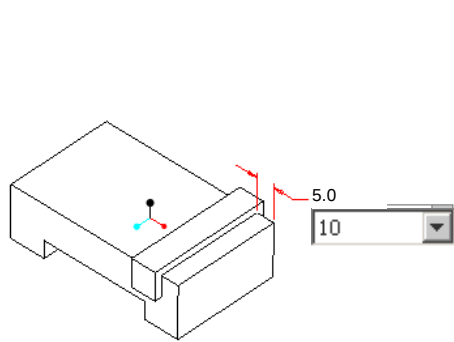
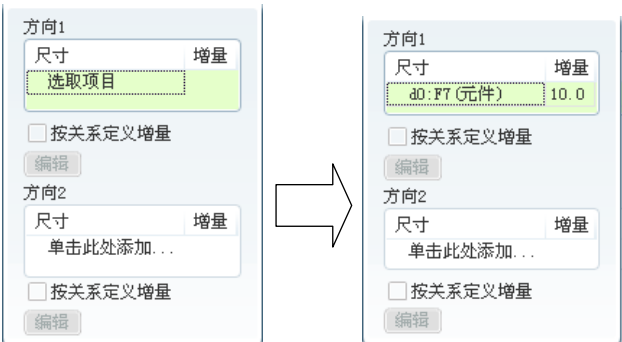

图 7.5.8 选取尺寸
图 7.5.9 “尺寸”界面
Step3. 系统提示 ，选取图 7.5.8 中的尺寸 5.0。
Step4. 在出现的增量尺寸文本框中输入 10.0，并按回车键，如图 7.5.8 所示。也可单击阵列操控板中的 尺寸 按钮，在弹出的图 7.5.9 所示的“尺寸”界面中作相应的设置或修改。